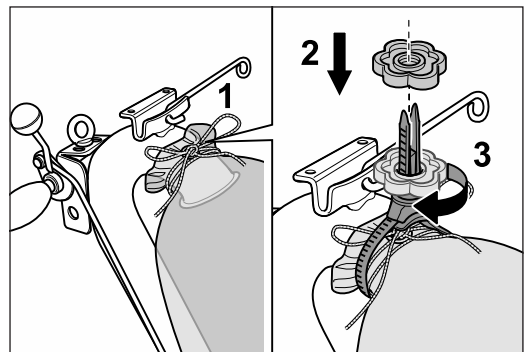

Abb. 10 Den Staubsack mit der Kordel (1) und dem MultiClip (2 und 3) faltenfrei montieren.
- 6 Befestigen Sie den Staubsack fest mit der Kordel und dem MultiClip am Ende des Führungsrohrs (Abb. 10). Beachten Sie bei der Montage, dass die Öffnung des Führungsrohrs nicht verschlossen wird.